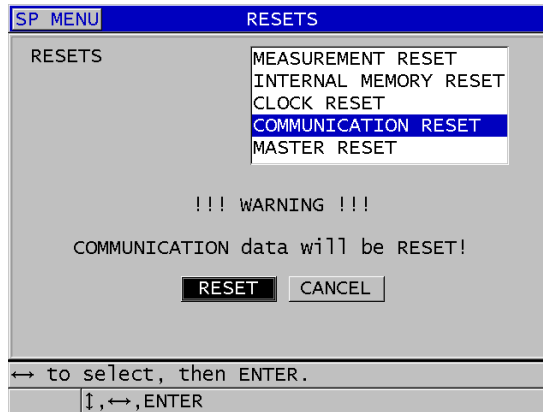

Abbildung 14-13 Auswahl von RESET KOMMUNIKATION
3. Verfahren Sie im Fenster **RESETS** (siehe Abbildung 14-13 auf Seite 299) wie folgt: